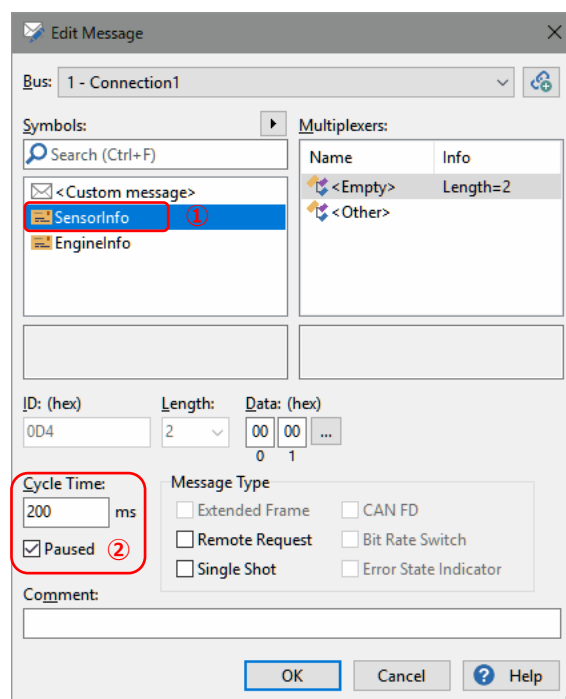

図 D-2
Edit Message ウィンドウが表示されます（図 D-2 参照）。
SensorInfo を選択します（図 D-2 ① 参照）。
Cycle Time に送信周期（この例では 200）を入力し、Paused にチェックします（図 D-2 ② 参照）。